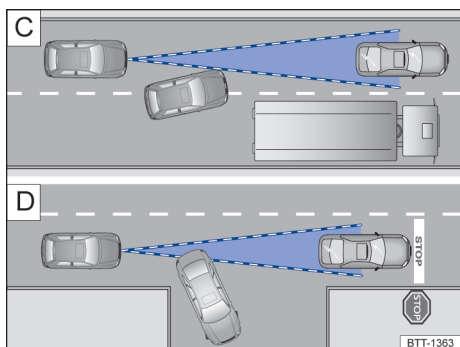

图 93 [C] 正在变换车道的车辆；[D] 正在转弯和静止的车辆
如一辆 ACC 探测到的车辆拐弯或驶出原车道时且在该车辆前方有一辆静止车辆，则 ACC 不会对这辆静止车辆作出反应 → 图 93 [D]。
- 从本车前方邻近车道切换到本车道的车辆 → 图 93 [C]。